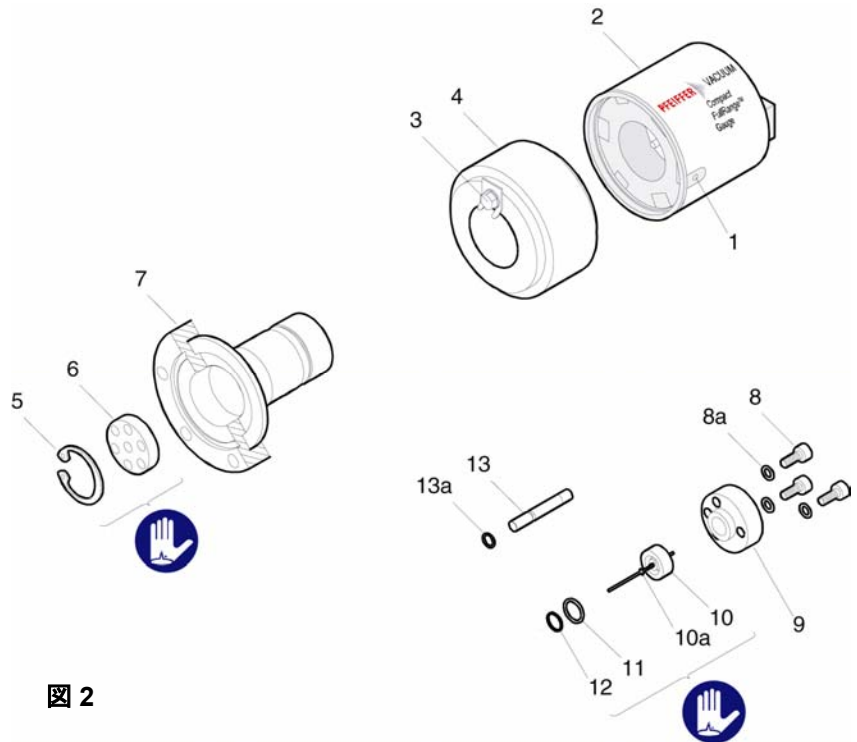

図 2
- b) エレクトロニクスユニット(2)の側の六角形のソケットセットネジ(1)を緩めます (→ 図 2)。
- a) イグニッションエイド(10a)をプライヤで外します (→図 2)。
- a) バイトンシール(11)に支持リング(12)を付け、測定チャンバ(7)の中心に挿入します。シール面、シール、セラミック部は清浄でなければなりません (→図 2)。